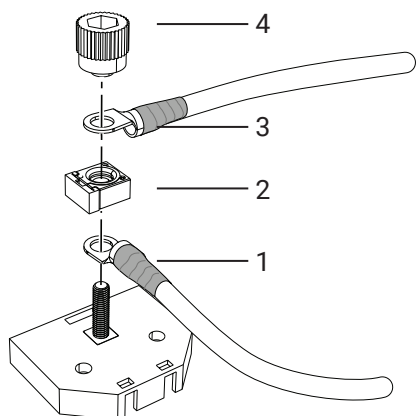
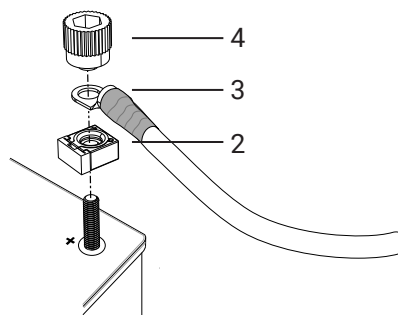

Bild 80. Inkoppling till säkringslåda
Bild 81. Inkoppling till batteriets plus-pol
2. Säkerställ att hyttströmbrytaren (CS) i förekommande fall står i läge "Av".
3. Vid användning av säkringslåda, anslut kabeln (1) till batteriets pluspol och till säkringslådan och placera där säkringen (2) ovanpå, se Bild 80.
4. Vid anslutning direkt till batteriets plus-pol, placera säkringen (2) på plus-polen, se Bild 81.
5. Anslut huvudströmkabeln (3) till säkringslådan/plus-polen, se Bild 80 - Bild 81.
6. Skruva fast kabelanslutningar och säkring med vredet (4). Kablarna monteras 90° alt. 180° ifrån varandra. Säkringen monteras i rätt vinkel mot kablarna, se Bild 80 - Bild 81.